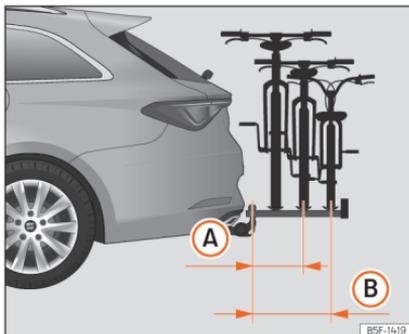

Fig. 203 Representação esquemática da saliência máxima da carga num porta-bicicletas para duas ou três bicicletas.
A saliência máxima não deverá exceder, no caso dos porta-bicicletas de duas bicicletas, os 500 mm desde o centro da cabeça esférica até ao centro da faixa do último suporte >>> **Fig. 203 (A)**. No caso dos porta-bicicletas de três bicicletas, não se deverão exceder os 700 mm >>> **Fig. 203 (B)**.